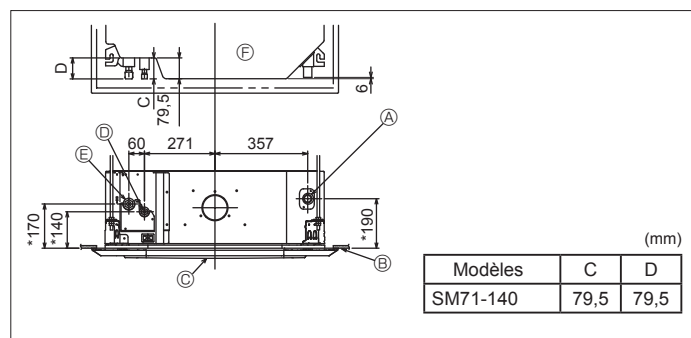

Fig. 3-3
3.3. Emplacement des tuyaux de réfrigérant et d'écoulement de l'appareil intérieur (Fig. 3-3)